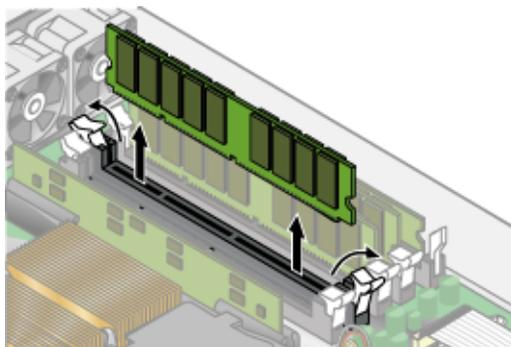

FIGURE 3-25 Retrait d'un module de mémoire
3. Retirez le module de mémoire en appuyant sur les barres d'éjection aux deux extrémités de sa fiche (voir FIGURE 3-25).